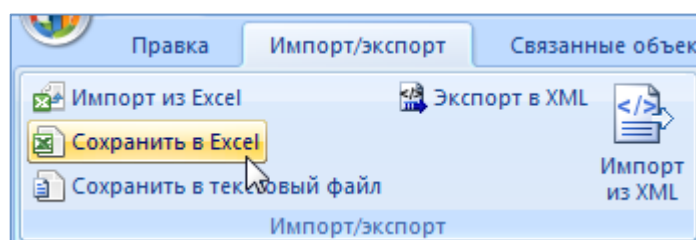

Рис. 27-31 – Панель «Импорт/экспорт»
- 4) Нажать кнопку «Сохранить в Excel» панели «Импорт/Экспорт» (рис. 27-31). При необходимости сохранения данных по выполненным работам в другом формате используются функции кнопок «Экспорт в XML» или «Сохранить в текстовый файл» (формат xml и csv соответственно).